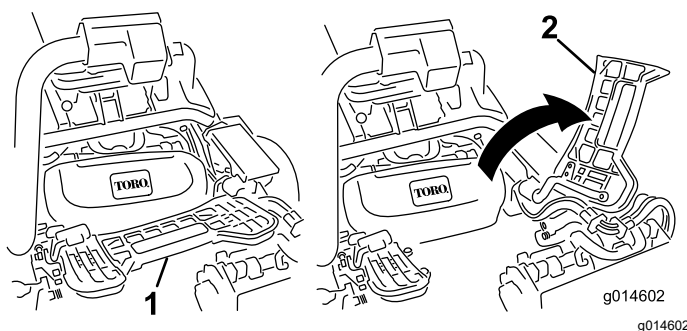

Figura 61
2. Levante el reposapiés y gírelo hacia arriba, para tener acceso a la posición de la unidad de corte central (Figura 61).